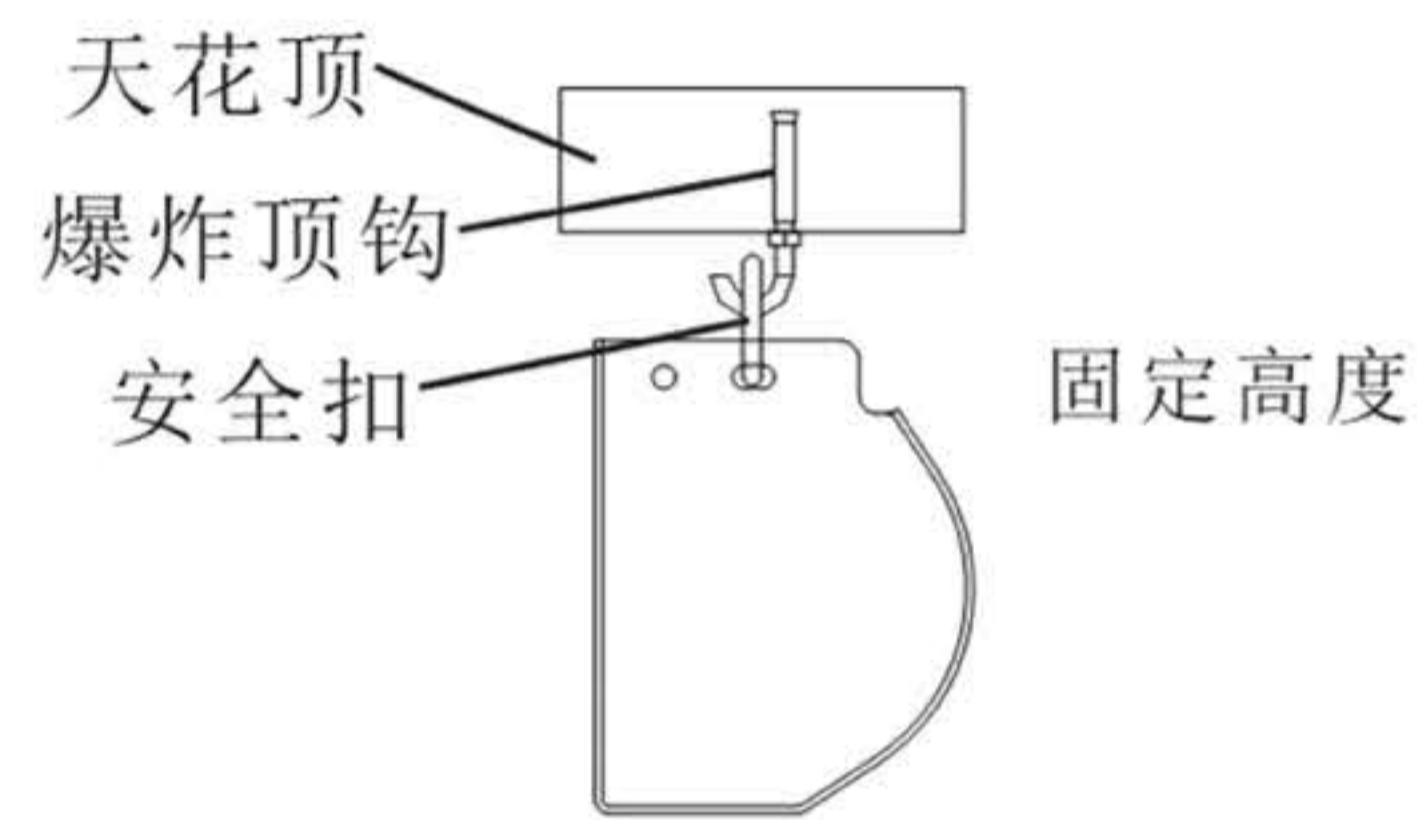

图8
- 2、使用安全扣将拉爆顶钩和银幕端盖连接起来完成吊挂如图8, 也可根据天花顶的高度, 采用链条或钢丝绳等连接拉爆顶钩与安全扣,调整投影幕的吊挂高度。 (如图9-10)